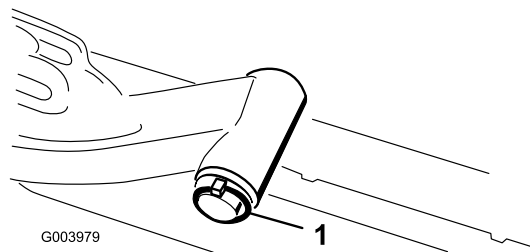

**Figure 11**
8. Pour les tabliers de coupe avant, poussez un tablier sous le bras de levage tout en insérant l'arbre du bâti porteur dans la chape de pivot du bras de levage (Figure 11).
- B. Insérez la chape du bras de levage sur l'arbre du bâti porteur (Figure 11).